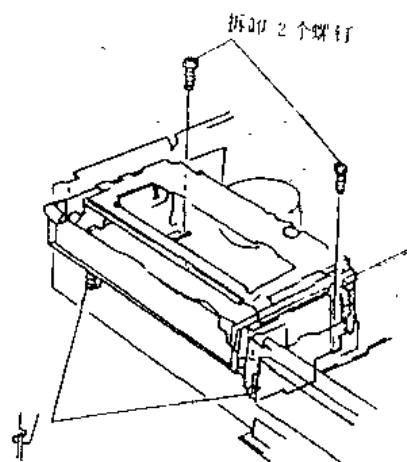
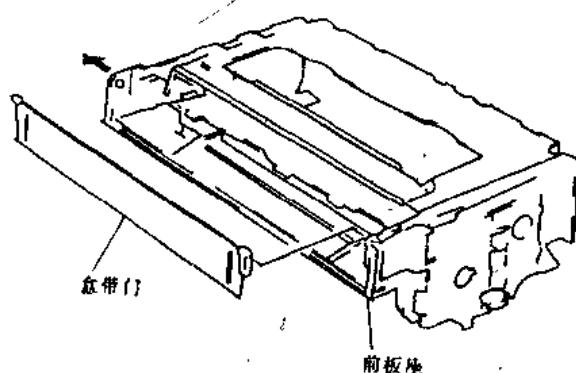

图 1-10
图 1-11
②拆卸 2 个螺钉，如图 1-10 所示。
③将机构的后部拿起来，并释放前板座面上的配件。
(2) 拆卸盒带门
步骤：①将前板座左边向外（图 1-11 中箭头方向）压。
②拆卸盒带门，如图 1-11 所示。